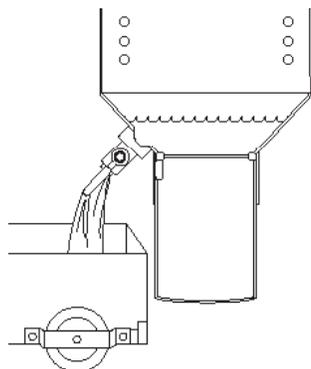

Figure 6
7. Ouvrez la vanne de drainage de la friteuse et laissez le shortening s'écouler dans la machine à filtrer jusqu'à ce que l'écoulement du shortening par la vanne de drainage s'arrête (figure 6).